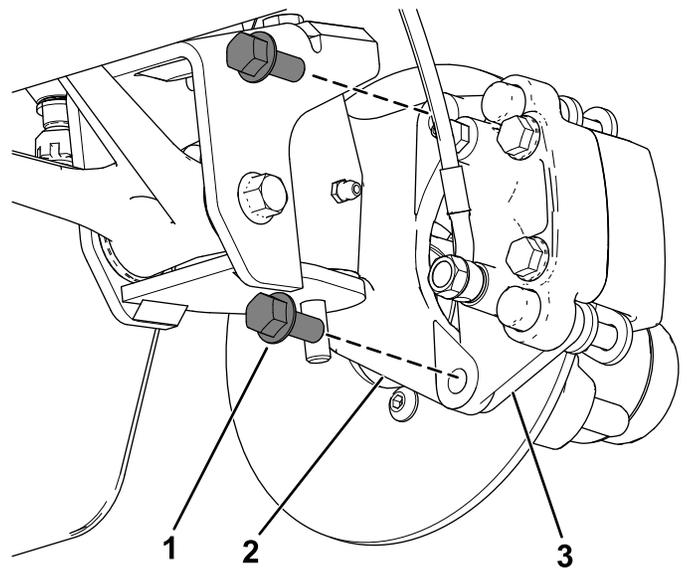

Bild 38
3. Entfernen Sie die Bundkopfschrauben (3/8" x 3/4"), mit denen die Halterung für die Bremse an der Spindel befestigt ist, und nehmen die Bremse von der Spindel ab (Bild 38).
- Fluchten Sie die Bremsbeläge mit jeder Seite des Drehzylinders (Bild 38) und die Löcher in der Bremsbackenhalterung mit den Löchern im Bremsenhalter des Spindelrahmens aus (Bild 42).
- Befestigen Sie den Bremsbackenhalterung mit den beiden Bundkopfschrauben ($\frac{3}{8}$ " x $\frac{3}{4}$ ") am Spindelrahmen (Bild 38).